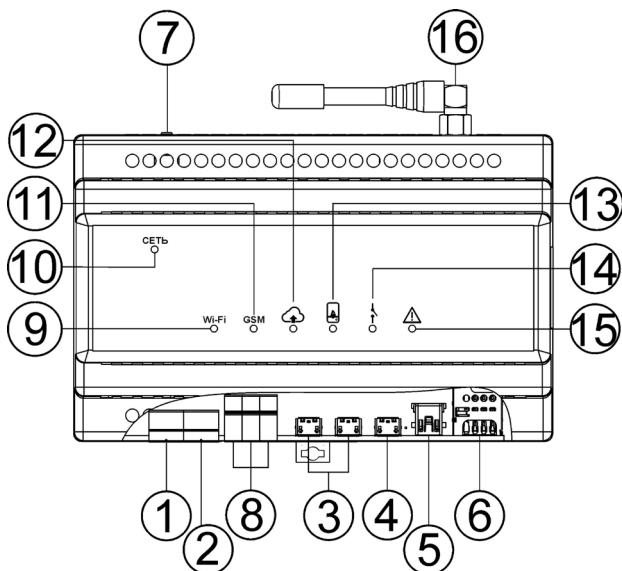

Рисунок 1 — Общий вид устройства
- вставьте SIM-карту в лоток **№6** (см.рис.1).